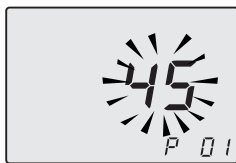
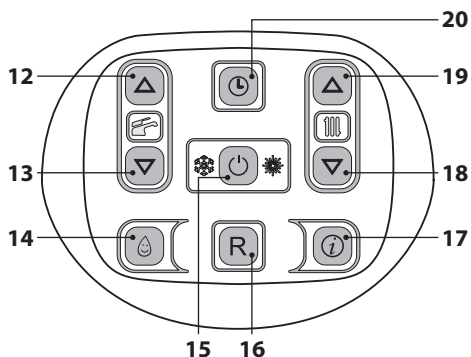

Figura 5.35
Figura 5.36
- Entrare in "modalità programmazione" premendo contemporaneamente per 10 secondi i tasti 15 - 18 - 19 (Figura 5.36) fino a far apparire sul display LCD le lettere **P01** e il valore del parametro, indicanti l'entrata nel "parametro 01" (Figura 5.35).